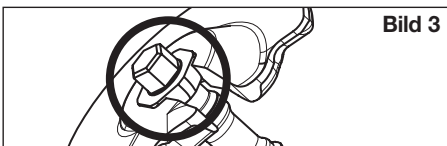

Bild 3
- Die Sechskantkalotte der Spindel ① von oben in die Aufnahme der oberen Spannplatte absenken. **Bild 3**.
- Sitz der Sechskantkalotte auf richtige Anordnung prüfen **Bild 3**.